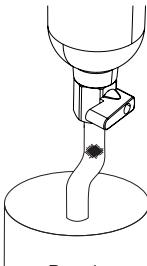

Рис. 1.
- Подключите к штуцеру сливного отверстия гибкий шланг для слива в канализацию (рис.1), либо предусмотрите использование специальной емкости для приема воды при проведении промывки.
- После промывки снова поверните шаровый кран на 90° влево, переведите в горизонтальное положение («Закрыто») (рис.1).